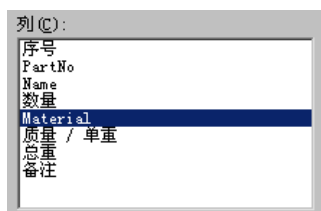

图 10.5.31 调整列顺序
(1) 删除列。单击 **列** 选项卡，在 **列(C):** 区域依次选中 **文件名**、**名称**、**材料** 选项，并分别单击 **删除列(D)** 按钮，将该三列删除。
(2) 添加列。在 **属性(P):** 区域依次选中 **Name**、**PartNo**、**Material** 选项，并分别单击 **添加列(A)** 按钮，将该三列添加于零件明细表当中。
(3) 调整列顺序。在 **列(C):** 区域中依次选择 **Name**、**PartNo**、**Material** 选项，然后单击 **上移(U)** 按钮，调整列顺序，如图 10.5.31 所示。